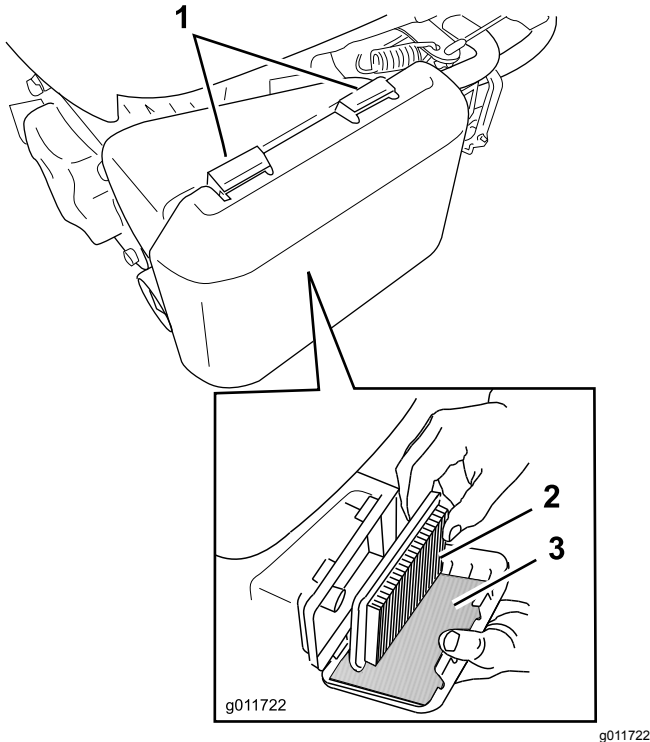

Figura 27
1. Premete sulle linguette di chiusura sul coperchio del filtro dell'aria (Figura 27).
3. Estraiete il filtro aria di carta e il prefiltro in schiuma sintetica (Figura 27).